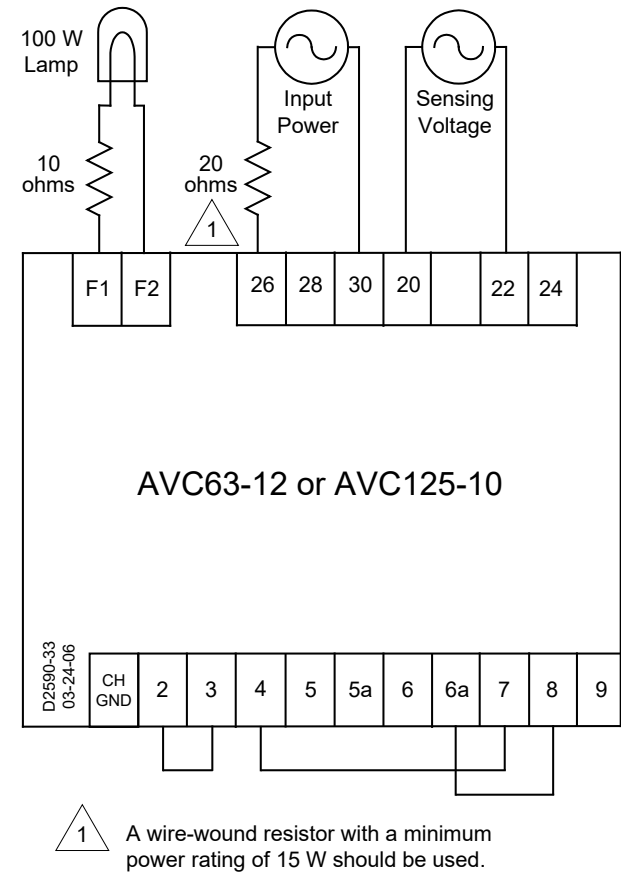

Figura 10. Configuración de prueba
- 1. Conecte el regulador según la Figura 10 y aplique la tensión apropiada.